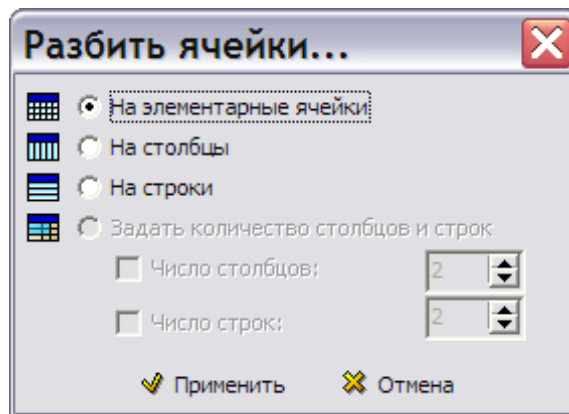

Рисунок 309
2) В контекстном меню выберите команду **Разбить ячейки...** После этого откроется одноименное диалоговое окно (рисунок 309).